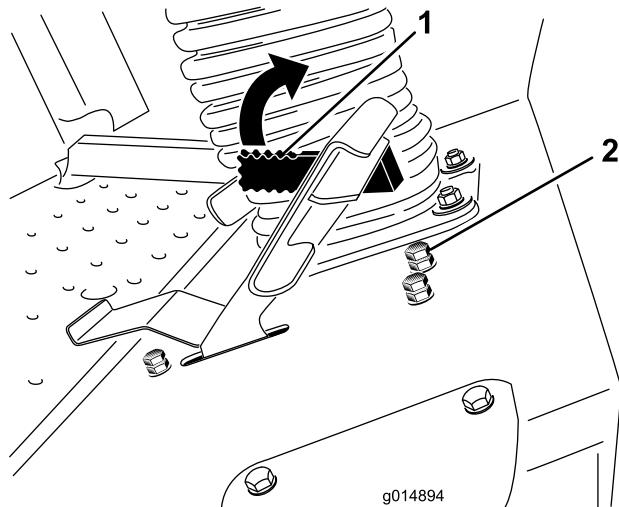

図 61
刈り込み速度リミッタ・レバー（図 61）を前方に半回転させると刈り込み時の走行速度を制限することができます。
3. 刈り込み速度制限ストップ・ボルトのジャム・ナットをゆるめる（図 61）。